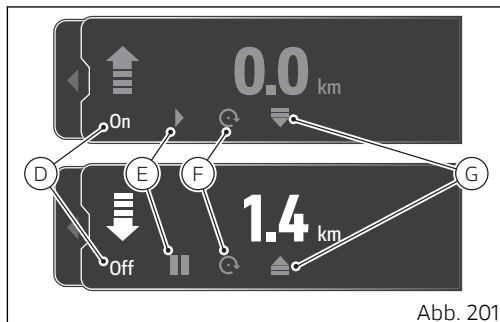

Abb. 201
- Angaben „On“ oder „Off“ zum Aktivieren oder Deaktivieren des Zählers (D, Abb. 201)
- ▶ Play oder || Pause zum Starten oder Unterbrechen des Tageskilometerstands (E, Abb. 201)
- ⌚ Reset zum Nullsetzen des Zählers (F, Abb. 201)
- ▲ zunehmend oder ▼ differenzial zum Ändern des Messmodus des Abstands (G, Abb. 201)